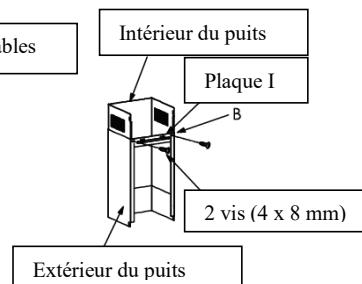

Fig. 5
6. Assemblez les deux parties du puits. Fixez la plaque I à l'aide de deux vis (4 mm x 8 mm) à l'extérieur du puits. Percez les trous nécessaires à la fixation murale dans le mur (voir fig. 5).